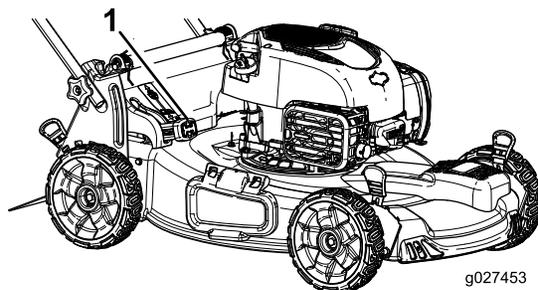

Figure 23
- Pour ramasser les déchets d'herbe et de feuilles, appuyez sur le bouton du levier de ramassage sur demande et déplacez le levier en avant jusqu'à ce que le bouton ressorte (Figure 23).